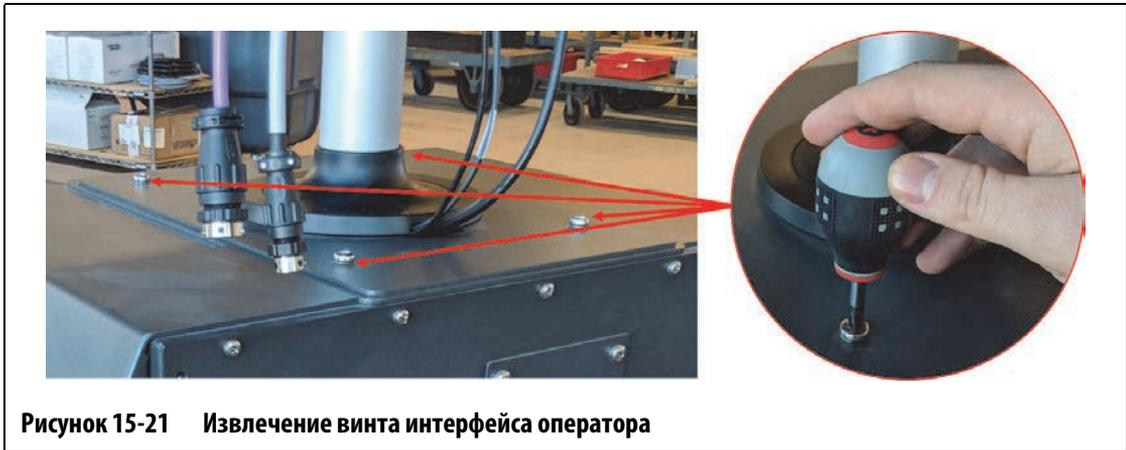

Рисунок 15-21 Извлечение винта интерфейса оператора
4. С помощью крестообразной отвертки № 4 выньте четыре винта, которые крепят интерфейс оператора к верхней части базового блока. См. Рисунок 15-21.